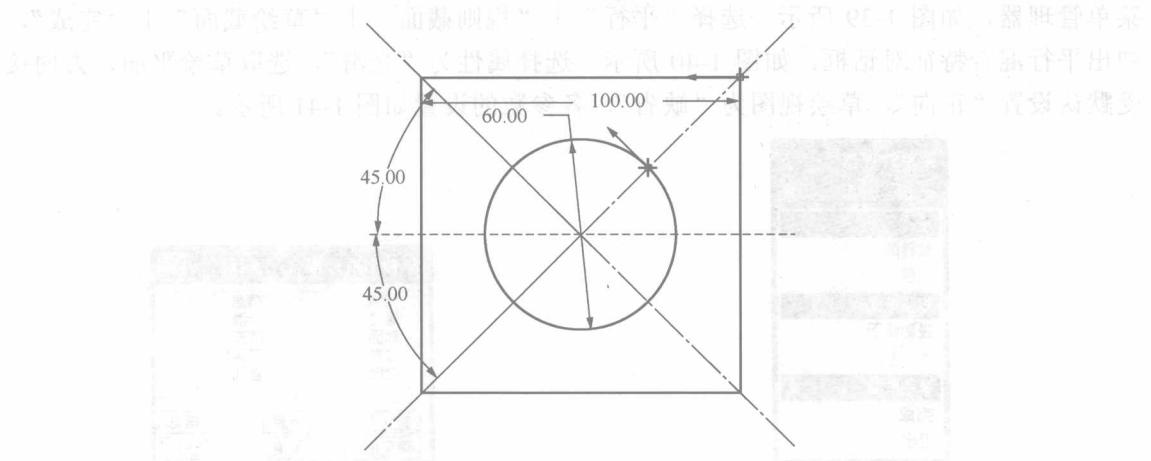

图 1-44 绘制第二个混合截面
(3) 结束第一个截面的绘制之后，不退出草绘模式，直接单击“草绘”|“特征工具”|“切换剖面”命令，此时第一个截面变成灰色，系统进入第二个截面的绘制。绘制如图 1-44 所示的截面，保证起始位置的箭头和方向与第一个截面方向相同。